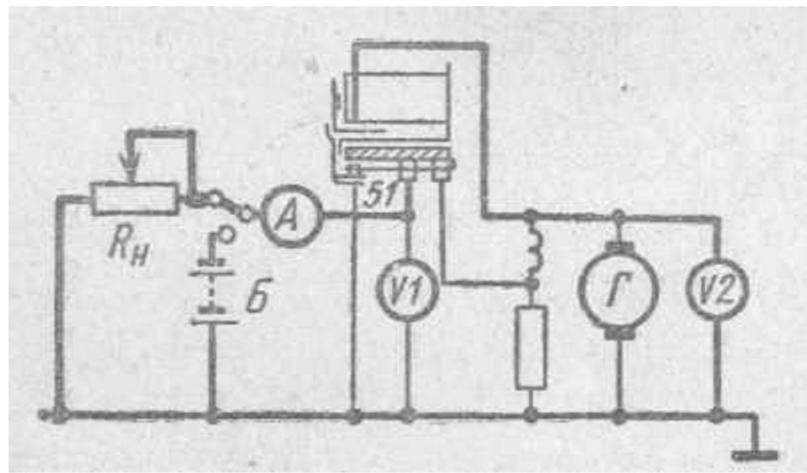

Рис. 96. Принципиальная схема стенда для проверки реле-регулятора:
2. Напряжение при нагрузке. Подключают к клемме 51 (см. рис. 96) нагруженный проволочный резистор Rh (1 ом), амперметр и вольтметр VI. При числе оборотов 1500 в минуту стрелка амперметра должна перейти через 0 (показывая изменение направление тока), а напряжение составлять 6,2-6,8 в. При максимальном числе оборотов сила тока должна быть равна 1-2 и, а напряжение 6,8-7,2 в. Регулировку производят регулировочной гайкой. После этого обязательно проверяют напряжение без нагрузки, как в предыдущем случае.